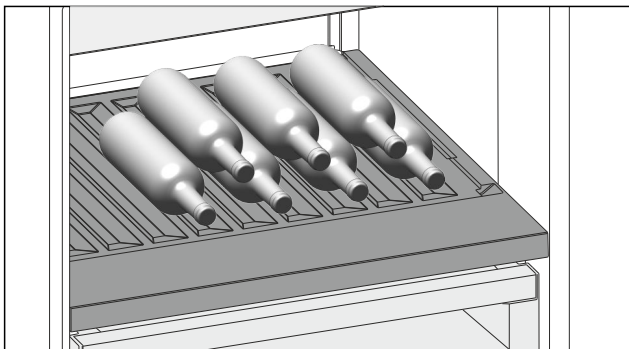

Fig. 114
- ▶ Поставете бутилките с дъното назад към задната стена. (виж Fig. 114)